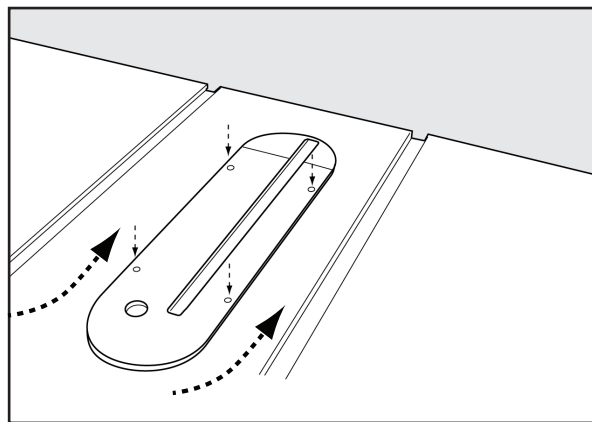
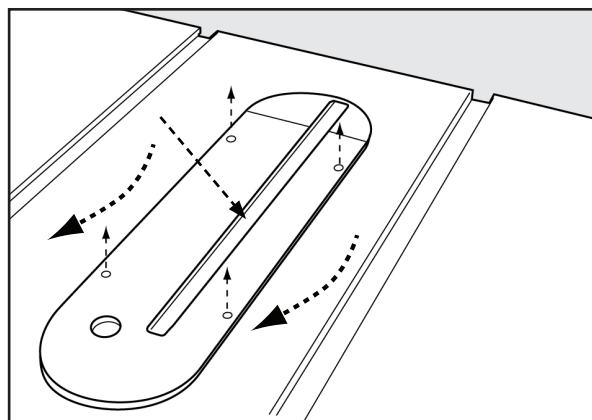

FIGURE 15A
FIGURE 15B
1. Pour installer la plaque à gorge, abaissez la lame en dessous du plateau de la table, puis faites passer soigneusement la plaque à gorge, extrémité fendue d'abord, de l'avant de la table à l'arrière, en gardant la lame centrée dans la fente de la plaque à gorge. Voir Figure 15A. La plaque doit reposer à l'intérieur de la cavité dans le plateau de la table.
3. Si la plaque n'est pas alignée avec le plateau de la table, ajustez la hauteur de la plaque à gorge au moyen des quatre vis de pression (A).
4. Pour retirer la plaque à gorge, abaissez la lame sous le plateau, puis faites glisser délicatement la plaque à gorge de l'arrière de la table vers l'avant, en maintenant la lame centrée dans la fente de la plaque à gorge. Figure 15B.